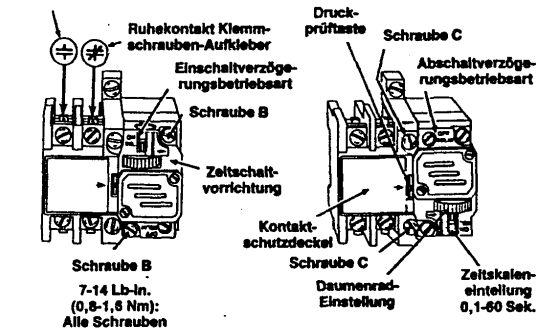

Abb. 2
- 2.1 Afloje los tornillos cautivos B y quite el conjunto del temporizador. Fig. 2.
- 3.1 Afloje los tornillos cautivos de la cubierta C y quite la cubierta. Fig. 2.
- 2.1 Desaparafusar os parafusos cautivos B e retirar a montagem do temporizador. Fig. 2.
- 3.1 Desaparafusar os parafusos cautivos C e retirar a tampa. Fig. 2.
2.1 Die unverlierbaren Schrauben B lockern und Zeitschaltvorrichtung entfernen. Abb. 2.
3.1 Die unverlierbaren Deckelschrauben C lockern und den Schutzdeckel abnehmen. Abb. 2.